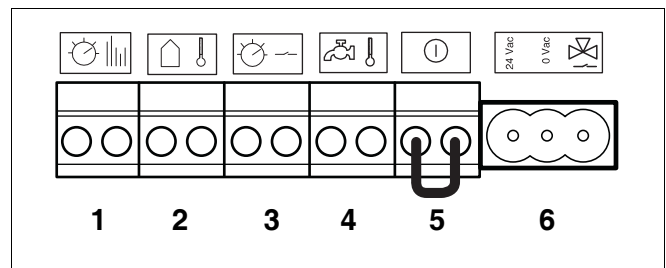

Fig. 31 Aansluitstrook laagspanningsaansluitingen
- Sluit de kamerthermostaat ModuLine 100, 200, 300, 400, of de cascaderegelaar CM10 aan op de oranje aansluiting RC (→ fig. 31, [1], pag. 30). Maak hierbij gebruik van een tweaderige elektriciteitskabel van elk 0,4 – 0,75 mm².
- Sluit de RCC aan op de oranje stekker van de aansluitstrook van het cv-toestel (→ fig. 31, [1], pag. 30).
- Sluit de buitentemperatuursensor aan op de donkerblauwe stekker van de aansluitstrook van het cv-toestel (→ fig. 31, [2], pag. 30). Maak hierbij gebruik van een tweaderige elektriciteitskabel van 0,4 – 0,75 mm².
- Sluit een potentiaalvrije aan/uit-regeling aan op de groene stekker van de aansluitstrook van het cv-toestel (→ fig. 31, [3], pag. 30). De maximaal toelaatbare weerstand van dit circuit bedraagt 100 Ω. Maak hierbij gebruik van een 2-aderige elektriciteitskabel van 0,4 – 0,75 mm².
- Verwijder de doorverbinding op de rode stekker (→ fig. 31, [5], pag. 30).
- Sluit een extern schakelcontact aan op de rode stekker van de aansluitstrook van het cv-toestel (→ fig. 31, [5], pag. 30).
- Sluit de modules op de UBA 3-bus bij externe modulemontage aan op klem 1 (→ fig. 31, pag. 30).